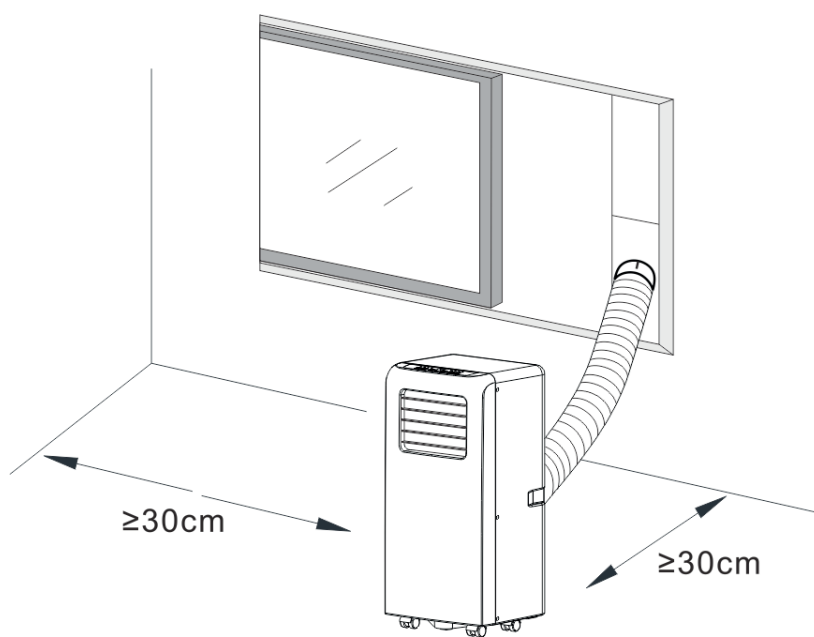

Fig. 3
- O aparelho de ar condicionado deve ser instalado numa superfície plana e livre. Não bloqueie a saída de ar e a distância em redor do aparelho deve ser de pelo menos 30 cm. (Ver Fig. 3)